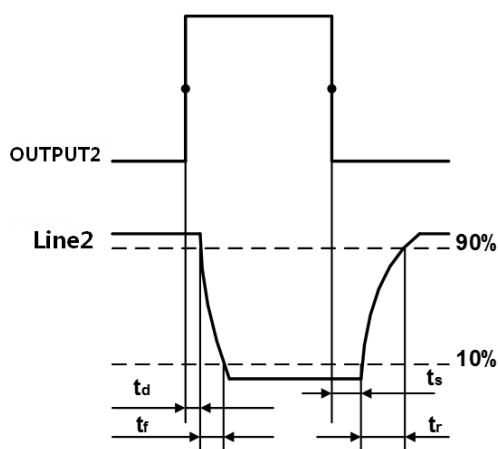

图 7-20 Line2 输出电路参数
- 上升沿延时= t_r+t_d : <20μs (0°C~45°C), 参数说明见图 7-20
- 下降沿延时= t_s+t_f : <20μs (0°C~45°C), 参数说明见图 7-20